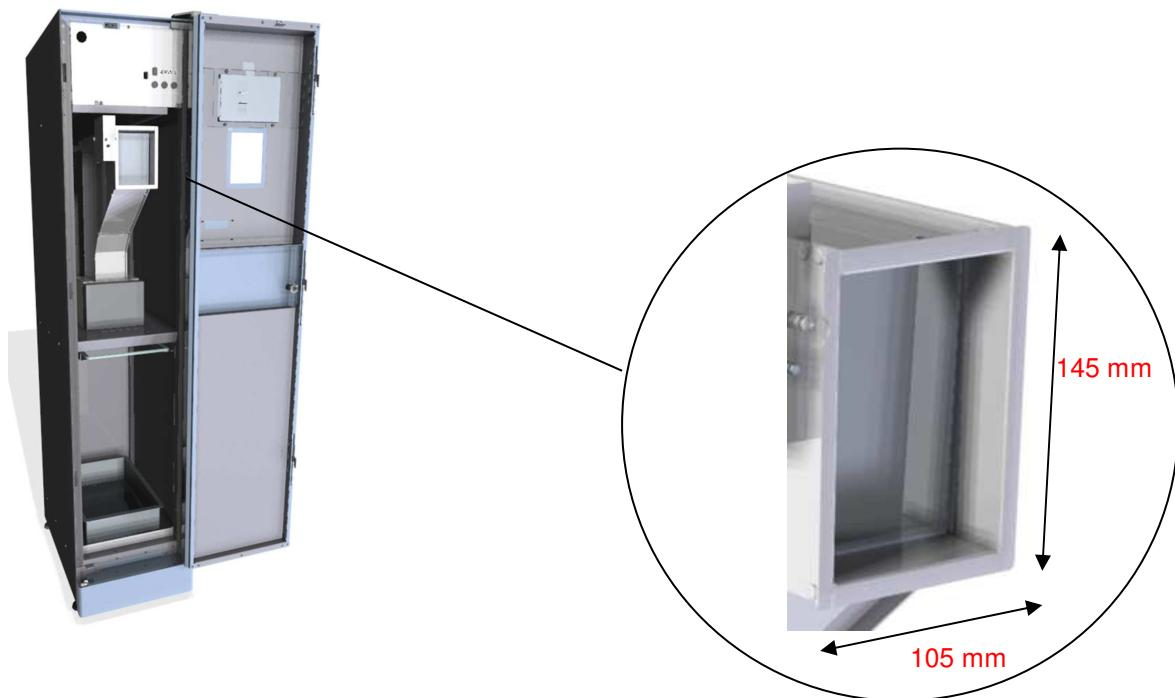
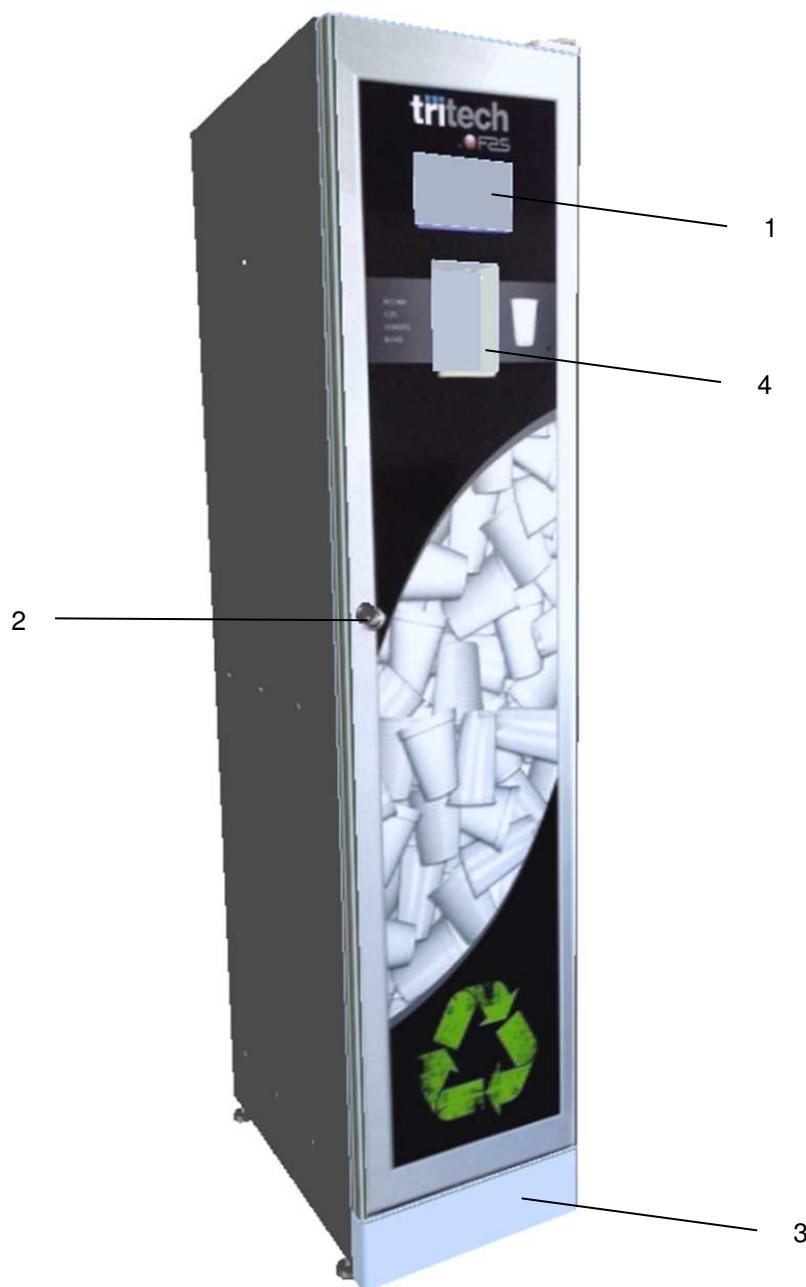

Fig. 2
Fig. 3
La section des bouteilles et des boîtes ne doit pas dépasser les dimensions indiquées sur la Fig. 2.
2. L'écran tactile (rep. 1 fig. 3) s'allume ; attendre qu'il fasse apparaître le message : « **INSÉRER BOUTEILLE OU BOÎTE** » ou bien « **INSÉRER VERRE** »
1. Pousser le volet rep. 4 Figure 3 avec le fond de la bouteille ou de la boîte, juste ce qu'il faut pour vaincre la force d'un petit aimant qui maintient le volet fermé en position de fermeture (pour les dimensions admissibles des bouteilles et des boîtes, voir la Figure 2).